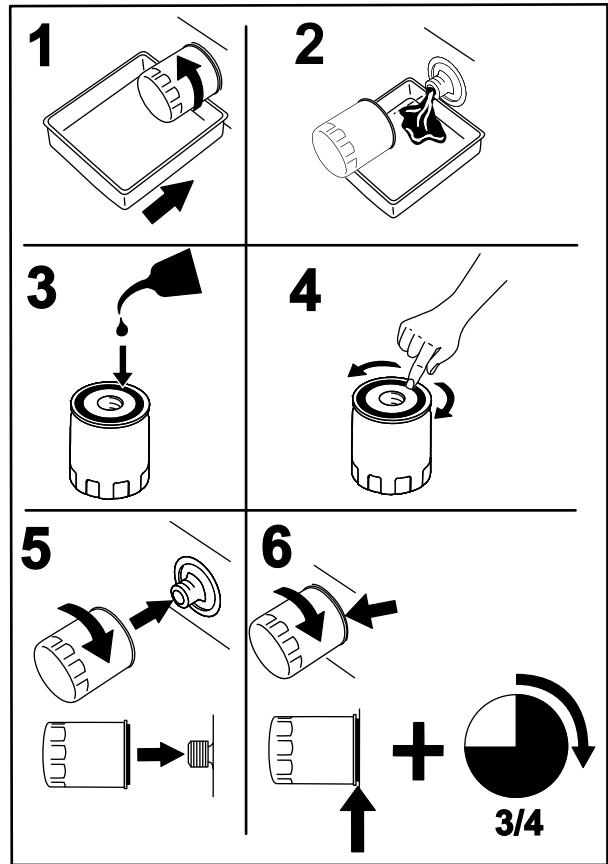

Figura 52
2. Cambiate il filtro dell'olio del motore (Figura 52).